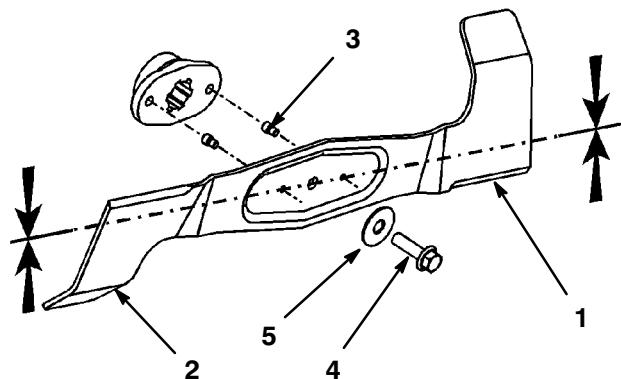

Abbildung 34
2. Die Schneidkanten untersuchen (Abb. 34). Wenn die Kanten nicht scharf sind oder Kerben haben, die Schnittmesser ausbauen und schärfen. Siehe "Schärfen der Schnittmesser", Seite 39.
3. Die Schnittmesser untersuchen, insbesondere die gebogenen Kanten (Abb. 34). Wenn Verschleiß oder Schäden in diesem Bereich bemerkt werden, muss sofort ein neues Schnittmesser installiert werden.
4. Wenn die Scherbolzen gebrochen sind, müssen sie sofort ausgetauscht werden (Abb. 34).
3. Schraube, Unterlegscheibe und Schnittmesser entfernen (Abb. 34). Zwischen Schnittmesser und Mähwerk kann ein Holzklötz gekeilt werden, um das Schnittmesser beim Entfernen der Schraube zu blockieren.
1. Schnitmesser, Unterlegscheibe und Schnitmesserschraube anbringen (Abb. 34).